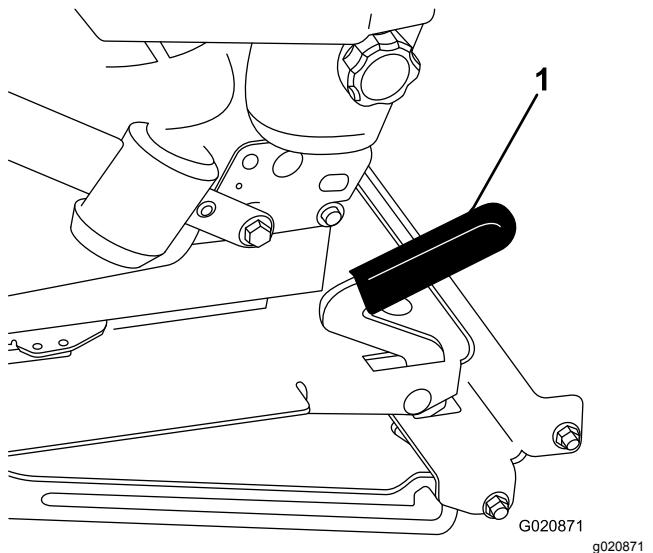

Figure 42
2. Tirez le levier de blocage en avant et soulevez-le pour débloquer le siège (Figure 42).